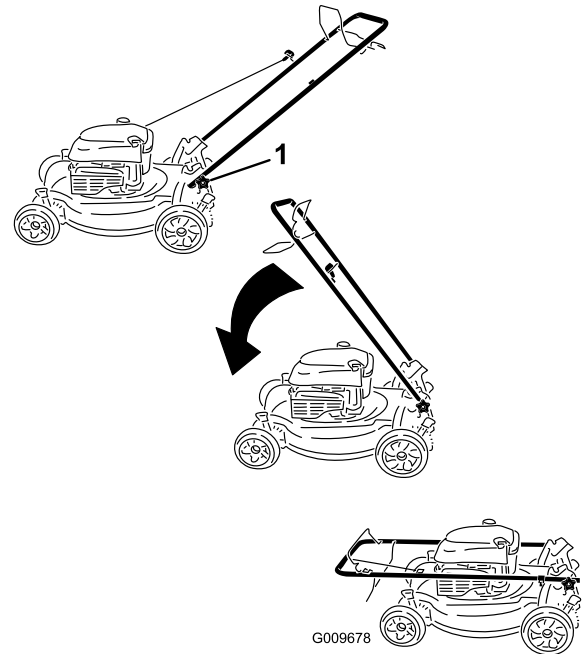

Figura 27
1. Afloje los pomos del manillar hasta que pueda mover el manillar libremente (Figura 27).
1. Pomo del manillar (2)
2. Mueva del manillar hacia adelante según se indica en Figura 27.